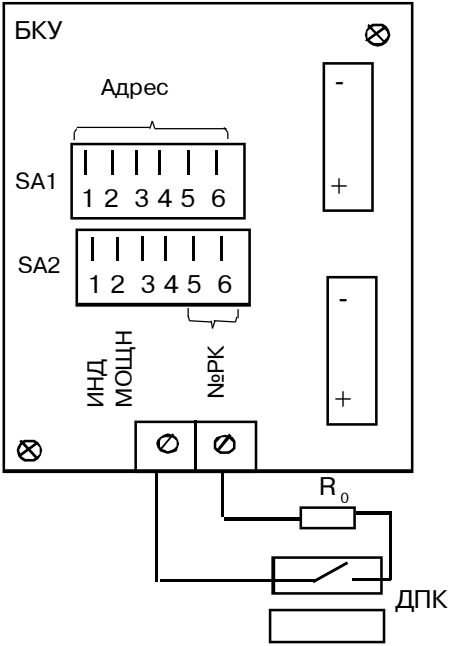

Рис. 51. Схема подключения РК-МК
- подключите ДПК через линию связи и оконечный резистор к контактной колодке БКУ (рис. 51);